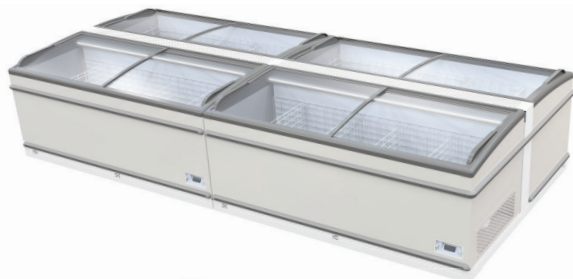

FIGURA 5
- In una sequenza riga (Figura 5)